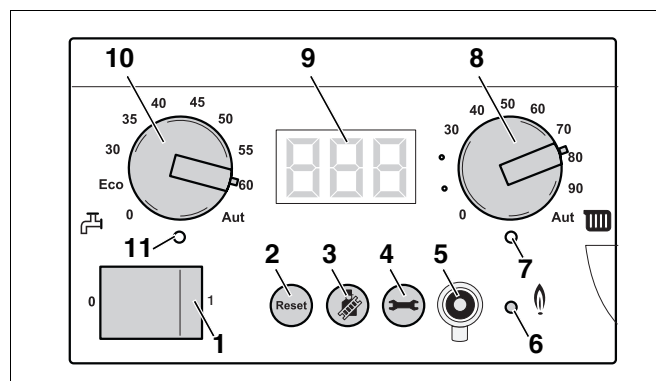

Рис. 86 Главный регулятор BC10
- Нажать кнопку "Трубочист" (рис. 86, **поз. 3**) и удерживать нажатой (примерно две секунды), пока справа внизу на дисплее не появится точка (рис. 86, **поз. 9**). См. также таб. 9, "Тест дымовых газов", стр. 48.
- После того как светодиод "Горелка" (рис. 86 **поз. 6**) загорится, подождать одну минуту, пока отопительный котел не достигнет своей полной нагрузки.
- Нажать кнопку "Трубочист" (рис. 86, поз. 3), чтобы завершить процедуру измерения. См. также таб. 9, "Тест дымовых газов", стр. 48.